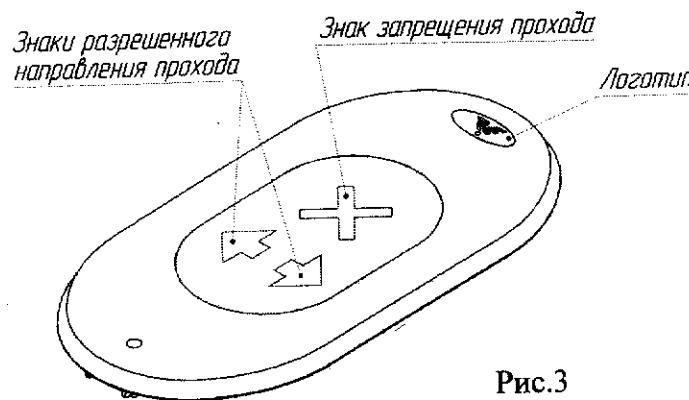
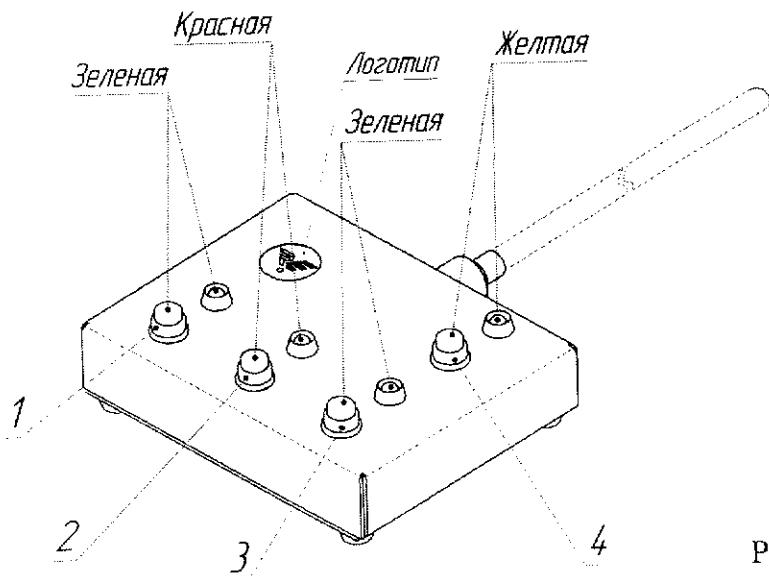

Рис.3
Рис.4
- Панель индикации (рис.3)
- Пульт управления с кабелем (рис.4)
При включении питания турникет всегда осуществляет поиск положения, при котором одна из преграждающих штанг устанавливается горизонтально. При этом загорается знак запрещения прохода на панели индикации (рис.3) и красный светодиод ПУ (рис.4), свидетельствующие о том, что турникет находится в состоянии «Закрыто».
Режим «Закрыто» устанавливается нажатием на ПУ красной кнопки 2 (рис.4)
При этом загорается знак запрещения прохода (красный крест) на панели индикации турникета (рис.3) и красный светодиод на ПУ.
Режим устанавливается нажатием на ПУ кнопки 1 или 3 (рис.4), в зависимости от нужного направления прохода. При этом загораются стрелка зеленого цвета соответствующего направления на панели индикации турникета и зеленый светодиод ПУ над нажатой кнопкой.
Если проход не был совершен при разрешении прохода, турникет приходит в исходное положение по команде с ПУ после нажатия кнопки 2 (рис.4) или самостоятельно через 5 секунд.
Турникет открыт для многократного прохода в одну сторону, в другую сторону проход закрыт. Режим устанавливается одновременным нажатием кнопок 1, 2 или 2, 3 (рис.4) на ПУ, в зависимости от выбранного направления многократного прохода. При этом загораются стрелка зеленого цвета соответствующего направления на панели индикации турникета (рис.3) и пара светодиодов на ПУ красный - зеленый над нажатыми кнопками.
Режим устанавливается одновременным нажатием кнопок 1, 2 или 2, 3 (рис.4) на ПУ, в зависимости от выбранного направления многократного прохода. При этом загораются стрелка зеленого цвета соответствующего направления на панели индикации турникета (рис.3) и пара светодиодов на ПУ красный - зеленый над нажатыми кнопками.
Для разрешения однократного прохода в обратном направлении необходимо нажать на ПУ кнопку 1 или 3 (Рис.4), в зависимости от нужного направления прохода. При этом
Режим устанавливается одновременным нажатием на ПУ кнопок 1,3. При этом загораются обе стрелки зеленого цвета на панели индикации турникета (рис.3) и зеленые светодиоды на ПУ.